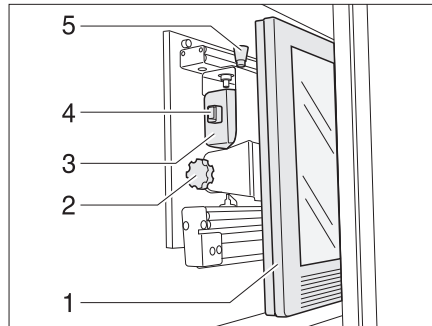

Fig. 63 Armario de TV
- Presionar el botón de desbloqueo (Fig. 63,5) y tirar el soporte para la pantalla plana hacia adelante hasta el tope agarrándolo del tirador (Fig. 63,4).
- Tirar del botón de desbloqueo (Fig. 63,1) y girar la pantalla plana (Fig. 63,2) a la posición deseada.
- Aflojar el tornillo moleteado (Fig. 63,3).